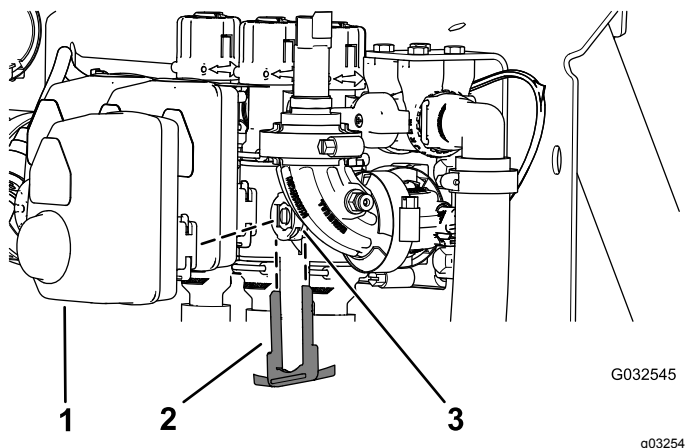

Figura 99
2. Rimuovete il fermo che fissa l'attuatore alla valvola del collettore per la valvola di sezione o dell'agitatore (Figura 99).